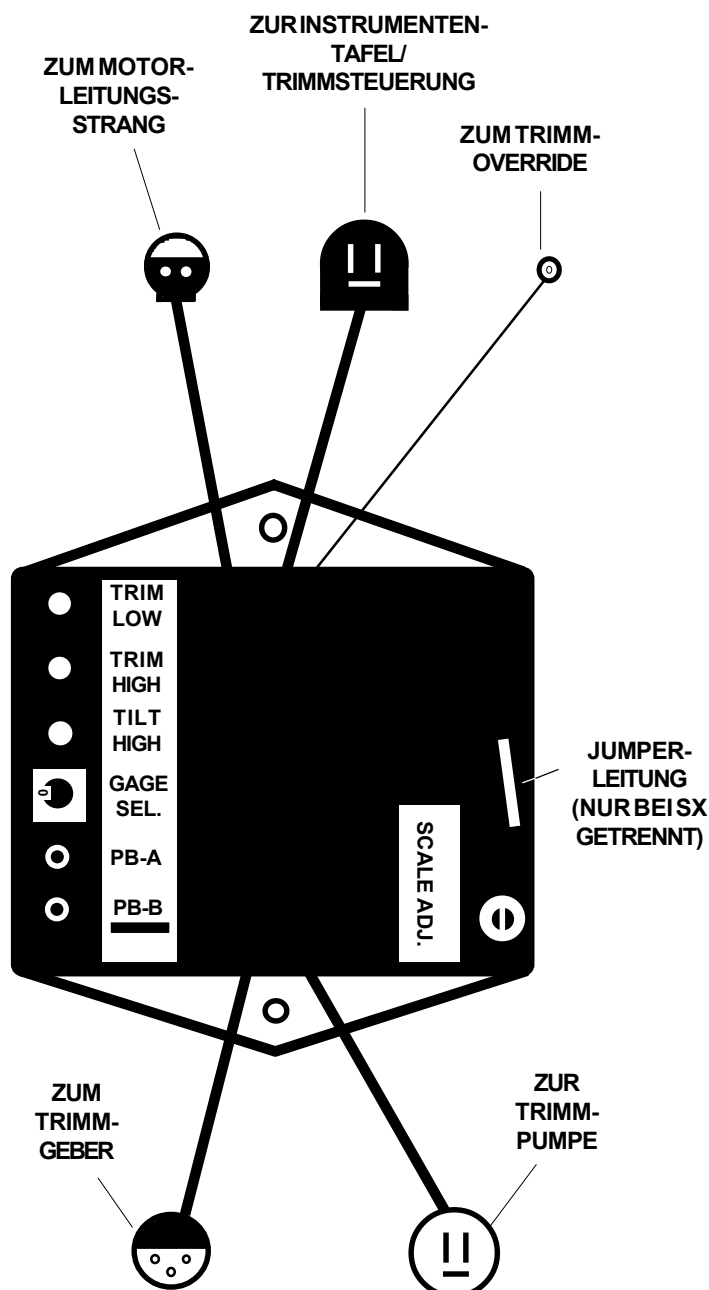

Bild 1. Bestimmung des Trimmbegrenzer-Anschlusses
2. Tragen Sie auf beide Seiten des Trimpumpensteckers, der direkt zur Trimpumpe führt, eine dünne Schicht wasserfestes Fett auf (siehe Bild 1). Richten Sie die Buchse auf den Leitungsstecker aus und drücken Sie beide Teile fest zusammen.
3. Tragen Sie auf den Trimmgeberstecker, der direkt zum Heckspiegel führt, eine dünne Schicht wasserfestes Fett auf (siehe Bild 1). Richten Sie den Stecker aus, schließen Sie ihn an und drücken Sie beide Teile fest zusammen. Befestigen Sie ihn mit einem Halteclip.
4. Tragen Sie auf den Trimm-Override-Stecker, der direkt zum Heckspiegel führt, eine dünne Schicht wasserfestes Fett auf (siehe Bild 1). Richten Sie den Stecker aus und schließen Sie an. Drücken Sie beide Teile fest zusammen.
5. Tragen Sie auf den Trimmsteuerstecker, der zum Trimm-/Kipp-Leitungsstrang der Instrumententafel führt, eine dünne Schicht wasserfestes Fett auf (siehe Bild 1). Richten Sie den Stecker aus und schließen Sie an. Drücken Sie beide Teile fest zusammen.
6. Tragen Sie auf beide Seiten des Steckers am Anschluss des Motorleitungsstranges eine dünne Schicht wasserfestes Fett auf (siehe Bild 1). Bei Dieselmotoren ist dieser Anschluss direkt mit der Trimmleitung verbunden, die zur Trimmsteuerung führt, und wird so um den Motor-Leitungsstrang herumgeführt. Richten Sie die Buchse am Stecker aus und drücken Sie beide Teile fest zusammen. Befestigen Sie sie mit einem Halteclip.